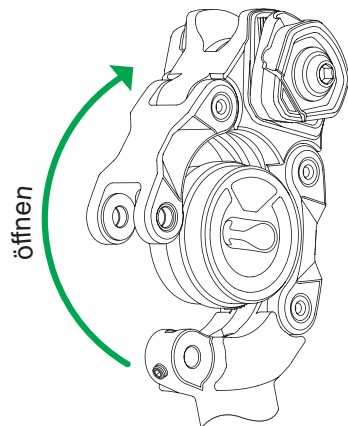

Abb. 10.1.2
2. Nachdem die Achse entfernt ist, öffnen Sie den Parallelogramm-Mechanismus, indem Sie den hinteren Federarm von Hand nach oben ziehen (Abb. 10.1.2). Der gesamte obere Teil der Sattelstütze kippt dadurch in Fahrtrichtung nach vorne.
Hinweis: Nutzen Sie beim Wechsel des Elastomers die Gelegenheit zu einer Sichtprüfung des aufgeklappten Parallelogramm Systems. Säubern Sie im Bedarfsfall den inneren Bereich. (Abb.10.1.2).